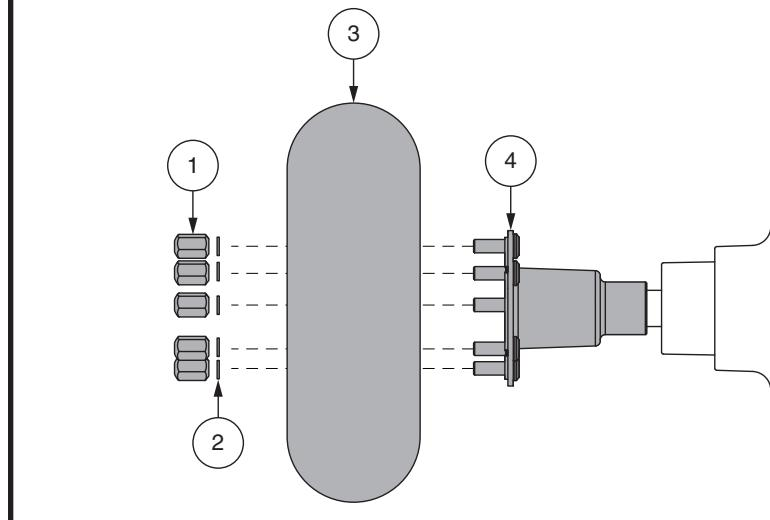

Figure 26. Enlèvement de la roue motrice
3. Retirez les écrous et la rondelle de roue du moyeu. Voir la figure 26.